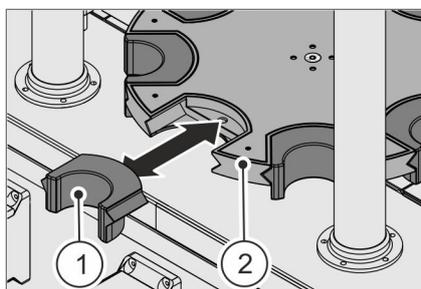

Abb. 45 Kassetten wechseln
04. 8 Kassetten **Abb. 45 / ①** aus den Aufnahmen des Drehsterns **Abb. 45 / ②** abziehen.